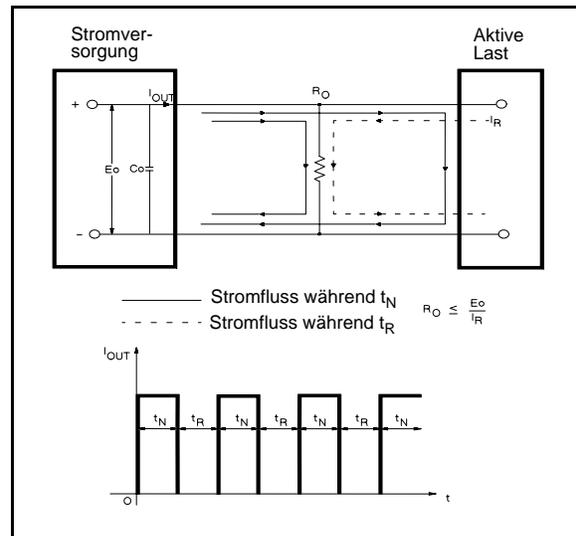

Abbildung 4. "Dummy"-Widerstand zur Verhinderung von Rückströmen
**"Foldback"-Schutzschaltung für den Ausgang +6V** Der Ausgang +6V ist durch eine "Foldback"-Schaltung geschützt, die bei abnehmender Ausgangsspannung den Strombegrenzungswert reduziert. (Die dicken Linien in Abbildung 4 zeigen den Arbeitsbereich des Ausgangs +6V). Der maximale spezifizierte Ausgangsstrom beträgt 2,5 A. Bei einer Ausgangs-
Wenn während des Betriebs der Stromversorgung die Strombegrenzung für einen der Ausgänge anspricht, leuchtet die "OL"- (Overload) LED auf. Die Last wird vor Überlastung, indem die Ausgänge  $\pm 20\text{V}$  den Strom auf  $0,55 \text{ A}$  begrenzen und der Ausgang  $+6\text{V}$  sowohl die Spannung als auch den Strom gemäß der in Abbildung 4 dargestellten Ortskurve reduziert. Die Ausgänge  $\pm 20\text{V}$  und  $+6\text{V}$  sind "selbst-wiederherstellend"; das bedeutet, dass die Ausgangsspannung nach Beseitigung des Überlastungszustands automatisch wieder den eingestellten Wert annimmt.